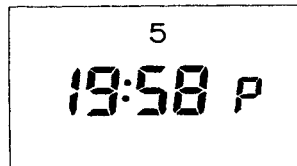

Fig. 2.5
Med tasten **Pro** (10) bliver programmeringen aktiveret. I displayet lyser **Pro** (fig. 2.1) og fra denne status kan De fremkalde de ønskede indstillingsfunktioner som De sammen med funktionstasterne fra 5-9 skal ændre. F. eks. tast **☺** (6) bogstavet **p** viser at De kan ændre denne indstilling se afsnit 2.2. Den programmerede tid kan dermed ses på displayet. Tryk **Pro** for at fastholde den programmerede tid. Hvis De har glemt at bekræfte **Pro** går rumtermostaten automatisk efter 5 min. over på normal tid. Normaltiden kan De se viser: ugedag, tid, temperatur og drifttilstand eks. i. fig. 2.5: